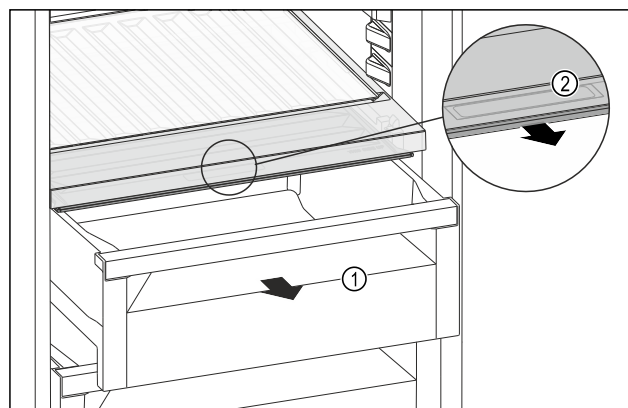

Fig. 122
- ▶ Wyciągnąć szufladę Fig. 122 (1).
- ▶ Chwycić uchwyt wpuszczany Fig. 122 (2) na pokrywie komory i pociągnąć pokrywę jednocześnie do przodu.